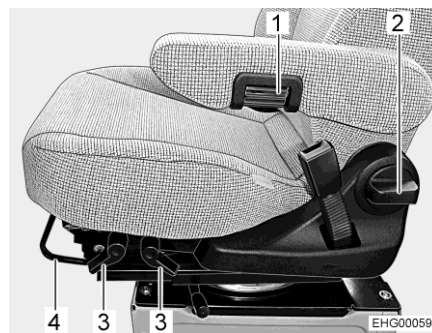

Fig. 20 Réglage du siège (Aguti GIS-Liner)
- Tirer l'étrier (Fig. 20,4) vers le haut.
- Tirer le levier correspondant (Fig. 20,3) vers le haut.
- Tourner la poignée (Fig. 20,2).
- Faire tourner la roulette moletée (Fig. 20,1) pour le réglage de précision. L'accoudoir s'incline vers le haut ou le bas suivant le sens de rotation.